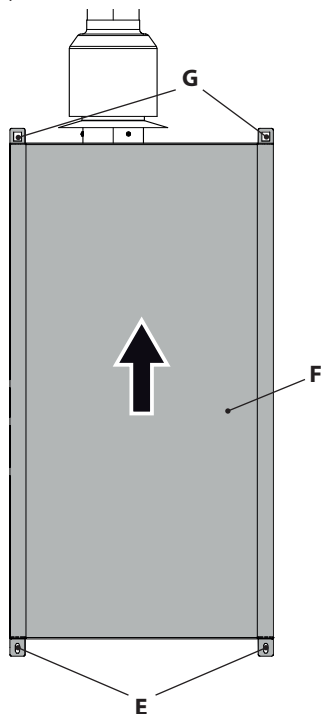

Figura 9.4
- Rimuovere le viti **E** (Figura 9.4).
- Spingere verso l'alto la copertura **F** per sganciarla dai supporti superiori **G** e tirarla a sé (Figura 9.4).